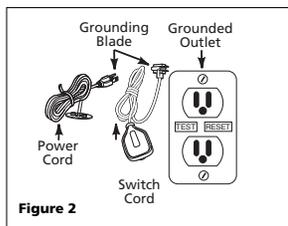

Figure 2
- Insert the pump power cord plug directly into the back of the float switch cord plug (See Fig. 2).
3. Introduire le cordon d'alimentation de la pompe directement dans le dos de la fiche de l'interrupteur flotteur (Voir Fig. 2).